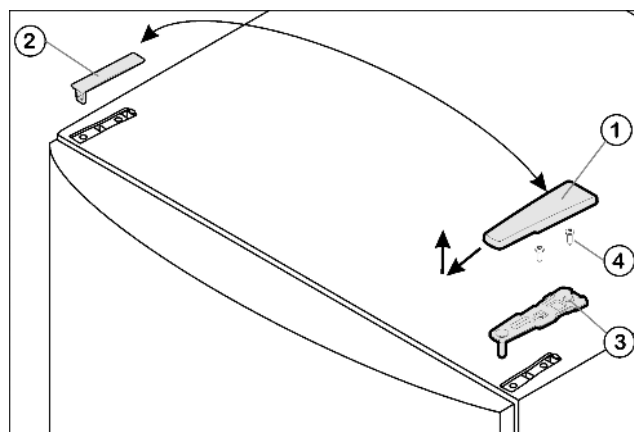

Fig. 4
- ▶ Потяните крышку Fig. 4 (1) вперед и вверх.
- ▶ Снимите крышку Fig. 4 (2).
- ▶ Открутите верхний опорный кронштейн Fig. 4 (3)(2 шт. Torx® 25) Fig. 4 (4) и вытяните вверх.
- Установите верхний опорный кронштейн Fig. 4 (3) на новой стороне шарнира и защелкните в дверце.
- Привинтите верхний опорный кронштейн (**с моментом 4 Нм**) (2 шт. Torx® 25) Fig. 4 (4). При необходимости проделайте отверстия или используйте аккумуляторную отвертку.
- Наденьте и защелкните крышку Fig. 4 (1) и крышку Fig. 4 (2) на противоположной стороне снаружи.